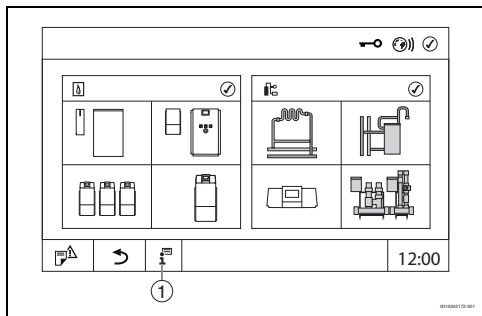

Bild 5 Info-Menü aufrufen (Beispiel)
- ▶  antippen (→ Bild 5, [1]).